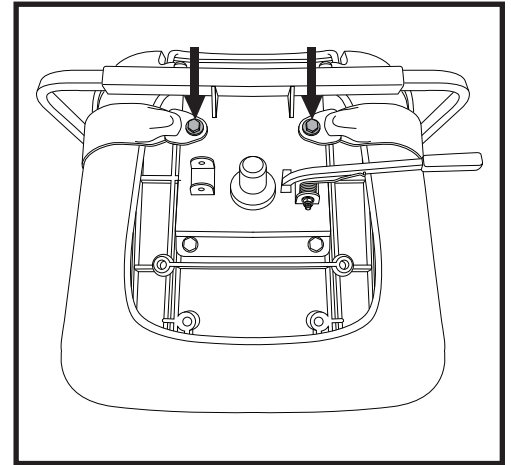

Figure 33. Boulons du ceinture de positionnement
Votre Travel Scooter peut être équipé d'une ceinture de positionnement de type automobile réglable pour votre confort. **Voir la figure 33.** La ceinture de positionnement est conçue pour supporter et empêcher le conducteur de glisser ou d'avancer sur le siège. La ceinture de positionnement n'est pas une ceinture de sécurité.
2. Placez le siège à l'envers pour faire face à sa base. **Voir la figure 33.**
2. Pour bloquer le guidon en ligne droite, pesez sur le bouton et tournez-le 90° dans le sens des aiguilles d'une montre. **Voir la figure 33.** La roue avant doit faire face à l'avant afin de pouvoir bloquer le guidon.